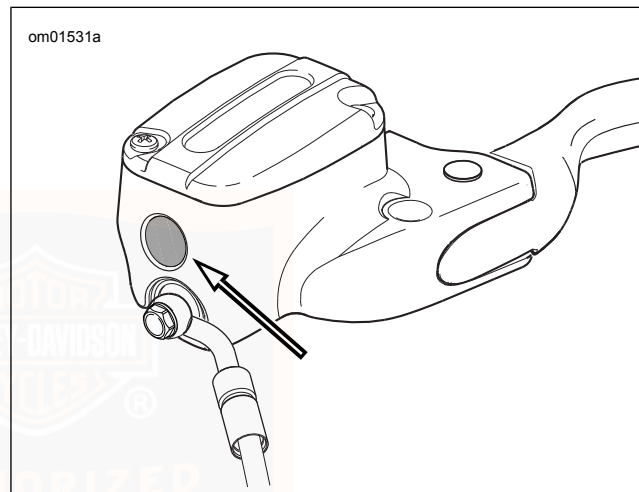

Abbildung 34. Kupplungsbehälterschauglas
2. Siehe Abbildung 34. Behälterschauglas prüfen. Das Schauglas ist dunkel, wenn Flüssigkeit vorhanden ist. Wenn das Schauglas nicht dunkel aussieht, mit dem nächsten Schritt fortfahren.